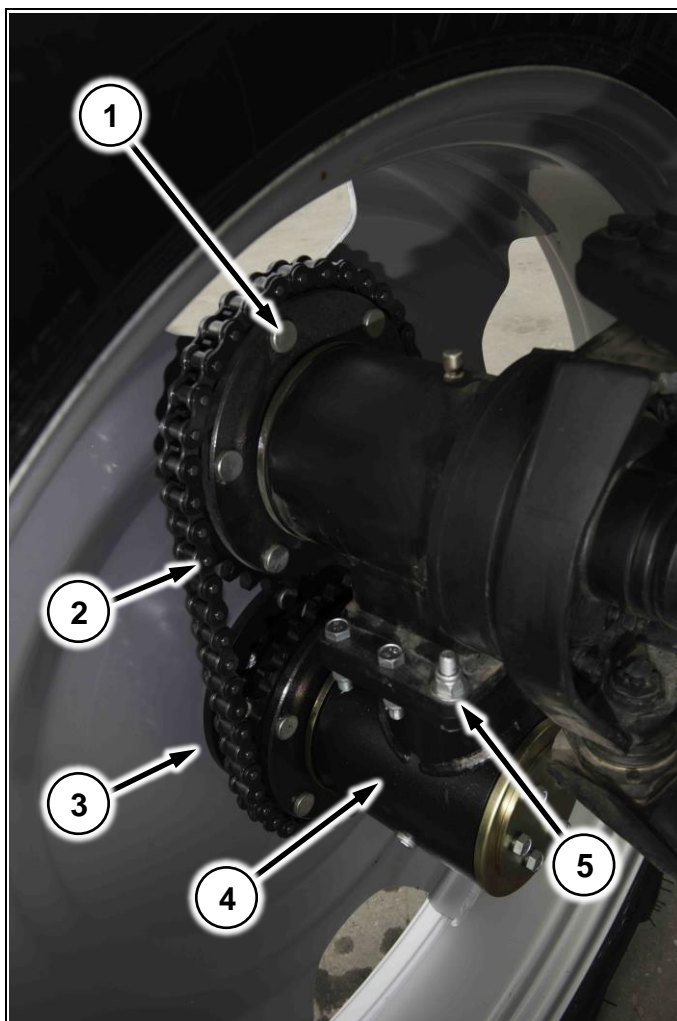

Рис. 170
Служит для увеличения клиренса машины при помощи специальных проставок (Рис. 170/4), которые крепятся к редукторам машины, при помощи болтов (Рис. 170/5), на специальные площадки.
- 1 Прикрутите проставку к редуктору (Рис. 170/5);
- 2 К ступице машины прикрутите звезду (Рис. 170/1), поставляемую в комплекте;
- 3 К ступице проставки прикрутите переходник (Рис. 170/3) для увеличения колеи;
- 4 Соедините редуктор и проставку при помощи цепи (Рис. 170/2)
Если предполагается эксплуатация машины с увеличителем клиренса – устанавливайте проставки (Рис. 170/4), идущие в комплекте, даже без увеличителя клиренса (на узких колесах). Иначе вы не будете попадать в свою колею!